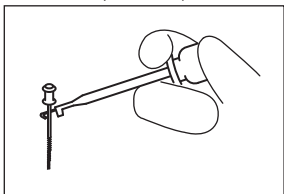

Fig. 5
- 1) Apriete la lima insertada en el conducto radicular con el clip de lima. Apriete la parte superior (cerca del asa) de la parte metálica de la lima. (Fig. 5)